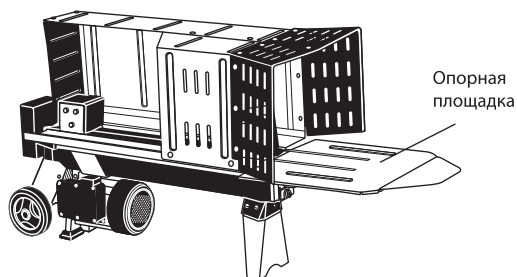

Рис. 3
5. Вставьте опорную пластину перед машиной (рис. 3).